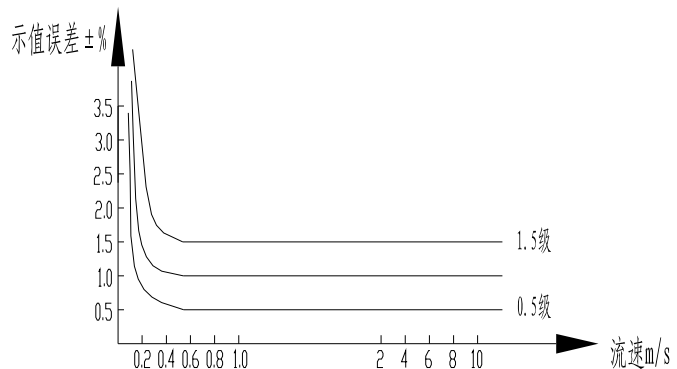

图 2-2 测量误差曲线示意图
2.1 流量计的主要技术参数 见表 2-1 2.2 流量计的测量误差曲线见图 2-2